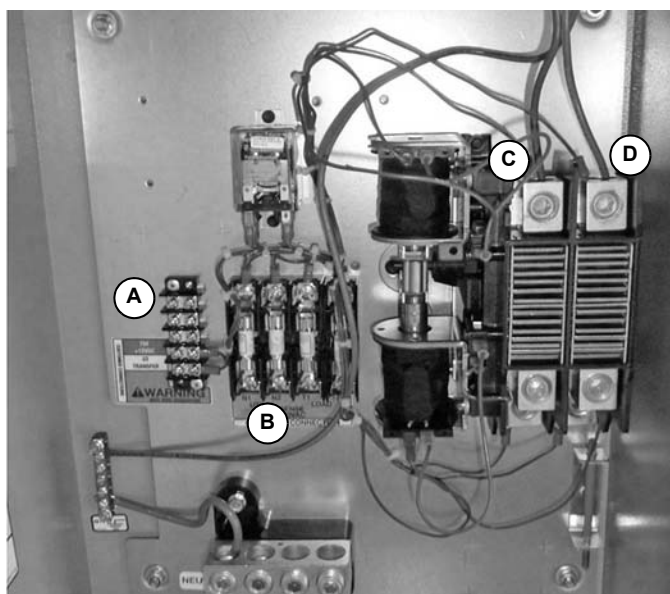

Рис. 2-7.
12. Подсоедините заземление (зеленый/желтый, В) к заземляющей шине (А) (рис. 2-7).
13. Подсоедините активный (под напряжением) коричневый провод (С) к левой верхней клемме передаточного механизма, а нейтральный синий провод (D) к верхней правой клемме передаточного механизма (рис. 2-7).